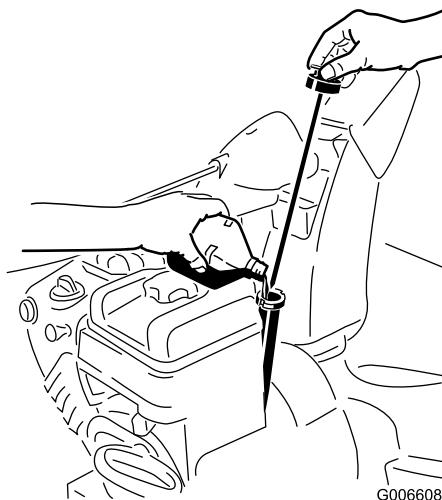

Figure 12
- Retirez la jauge et versez de l'huile **lentement** dans le goulot de remplissage pour faire monter le niveau de liquide jusqu'au repère du plein (Full) sur la jauge. **Ne remplissez pas excessivement** (Figure 12).